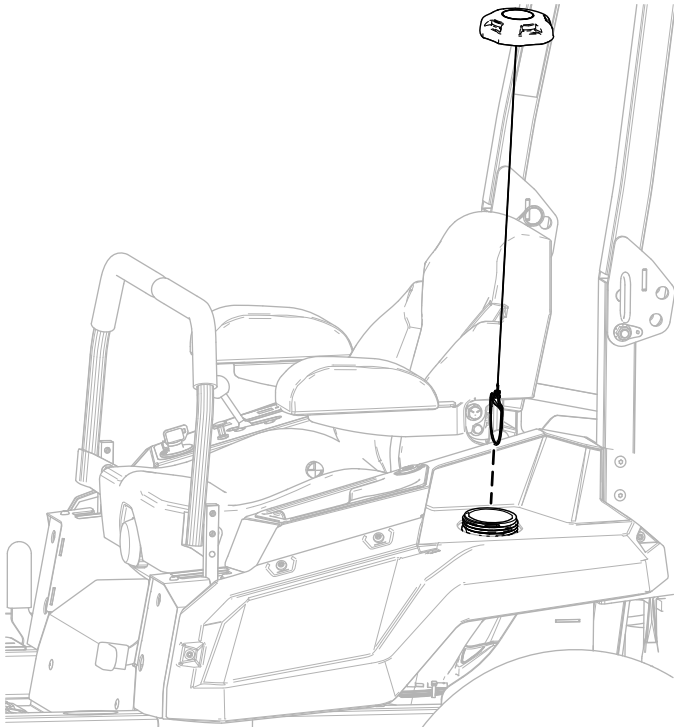

Bild 3
1. Entfernen Sie den Tankdeckel von der linken Seitenverkleidung (Bild 3).
3. Befestigen Sie den Tankdeckel (Bild 3).
1. Entfernen Sie den Tankdeckel (Bild 3).